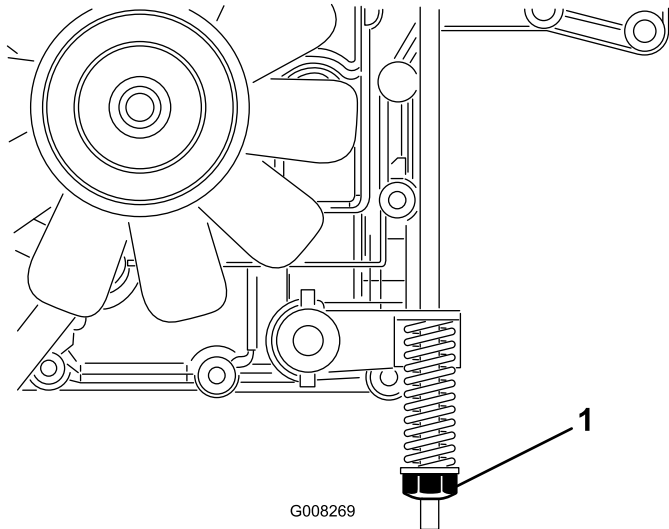

Figura 33
El freno está ubicado en la parte derecha del eje trasero, en la parte interna de la rueda trasera (Figura 33).
3. Gire la tuerca de ajuste del freno en el sentido de las agujas del reloj hasta que no pueda empujar la máquina (Figura 33).